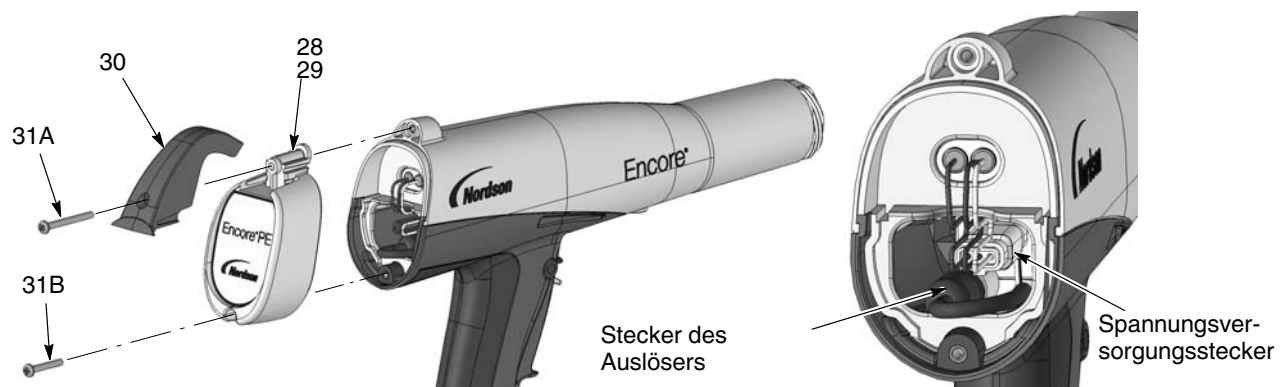
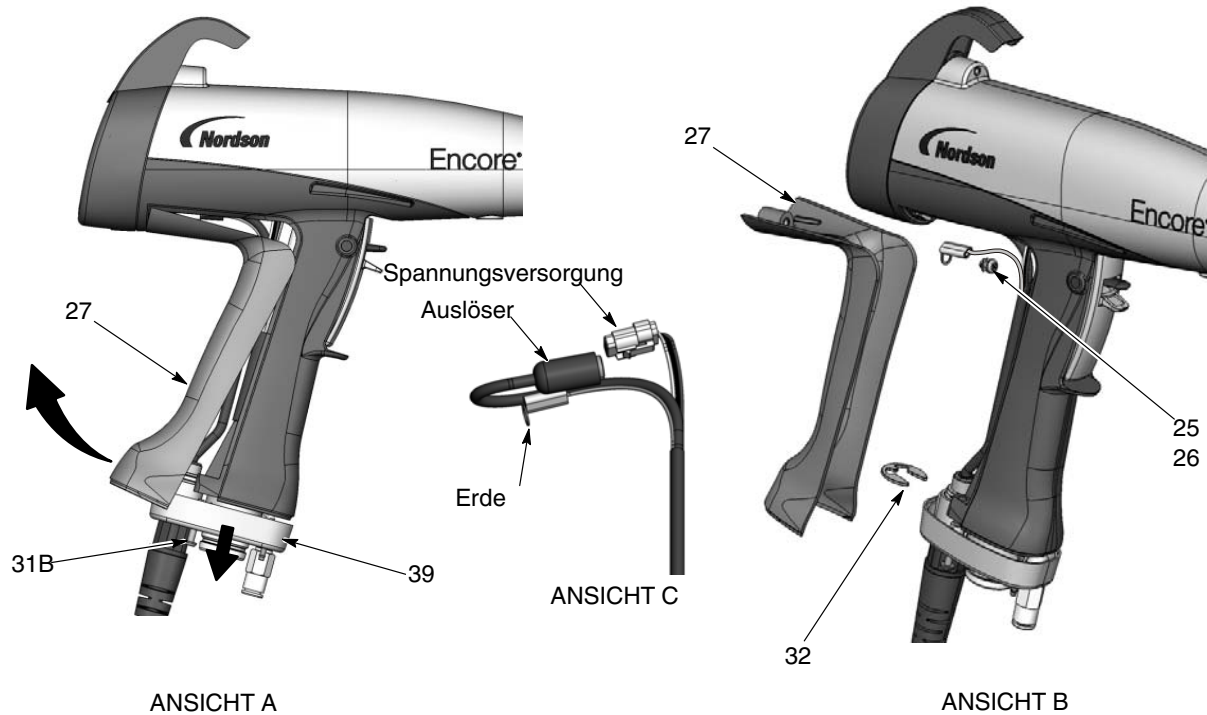

Abb. 6-1 Pistole zerlegen
Abb. 6-6 Kabel ersetzen
5. Siehe Abb. 6-1. Abdeckung, Gehäuse und Haken wie abgebildet installieren.
2. Siehe Abb. 6-1. Die untere Schraube (31B) vom Gehäuse (29) abnehmen.
3. Siehe Abbildung 6-6, Ansicht A. Die zwei M3 x 20 Schrauben (31B) lösen, mit denen die Griffbasis (39) am Griff befestigt ist.
4. Die Basis weit genug von Griff wegziehen, damit die Unterkante des Erdungsstücks (27) nicht mehr in der Basis sitzt.
6. Siehe Abbildung 6-6, Ansicht B. M3 x 6 Schraube (25), Sicherungsscheibe (26) und Erdungsklemme vom Erdungsstück abnehmen.
7. Den E-Ring (32) vom Kabel abnehmen.
8. Siehe Abbildung 6-6, Ansicht C. Die Kabelstecker unten aus dem Griff ziehen. Den Stecker der Stromversorgung vom Pistolenkabelstecker trennen; dazu einen kleinen Schlitzschraubendreher in den Schlitz im Stecker des Kabelbaums der Stromversorgung einführen, um die Raste zu lösen.
1. Siehe Abb. 6-6. Ein neues Kabel durch die Griffbasis führen, dann den E-Ring (32) am Kabel anbringen, um es an seiner Position zu halten.
3. Die Kabelklemme mithilfe der M3 x 6 Schraube und der Sicherungsscheibe (25, 26) mit dem Erdungsstück (27) verbinden.
6. Die Griffbasis (39) nach oben gegen Griff und Erdungsstück schieben; die zwei M3 x 20 Schrauben (31B) fest in die Griffbasis schrauben.
7. Siehe Abb. 6-1. Die untere M3 x 20 Schraube (31B) im Gehäuse (29) installieren und sicher festziehen.
1. Siehe Abb. 6-6. Das Erdungsstück entfernen, wie unter *Kabel abnehmen*, Schritte 1-5, beschrieben. Das Erdungskabel muss nicht vom Erdungsstück abgenommen werden.